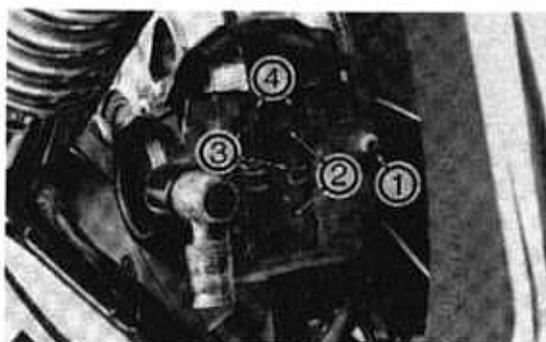

Bild 32
- Sicherungssplinte und Belagstifte herausziehen (Bild 32).